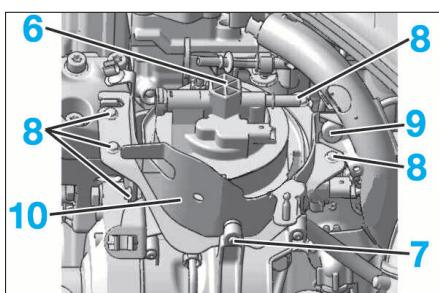

FIG. 43
- les raccords de carburant (3) et (4)
- le connecteur du réchauffeur (5)
- Desserrer (Fig.43) :
- les écrous (8)
- la plaque-maintien (9)
- la bride (10)